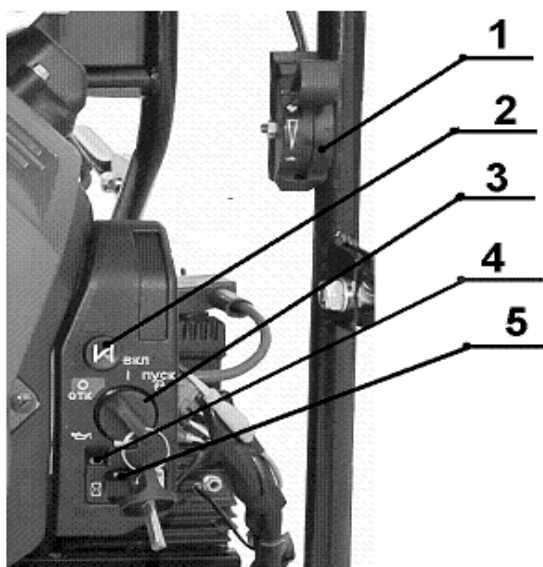

Рис. 3
6.3.2 Управление работой двигателя осуществляется с приборной панели двигателя и со стойки, на которых размещены основные элементы управления работой двигателя рисунок 3.
- в случае, какой либо неисправности немедленно остановить двигатель выключателем двигателя - ключом зажигания поз. 3 рисунок 3.
2 Выжать кнопку заслонки поз. 2 рисунок 3 в положение «CLOSED» (ЗАКРЫТО).
3 Перевести рычаг газа поз. 1 рисунок 3 управления оборотами двигателя в положение минимальных оборотов – до упора вниз.
4 Повернуть выключатель двигателя – ключ зажигания поз. 3 рисунок 3 в положение «ON» (ВКЛЮЧЕНО).
Повернуть выключатель двигателя – ключ зажигания поз. 3 рисунок 3 в положение «START» (ЗАПУСК).
При этом должна загореться контрольная лампа индикатора уровня масла двигателя поз. 4 рисунок 3, которая погаснет при запуске двигателя.
6 После того, как двигатель запустился, поверните выключатель двигателя – ключ зажигания поз. 3 рисунок 3 в положение «ON» (ВКЛЮЧЕНО) и оставьте в этом положении.
7 После того, как двигатель достаточно прогрелся, следует плавно утопить кнопку заслонки поз. 2 рисунок 3 в положение «OPEN» (ОТКРЫТО).
С появлением воды, плавно увеличивая обороты двигателя рычагом газа поз. 1 рисунок 3, поднимая его вверх и одновременно открывая задвижку на нагнетании поз. 3 рисунок 2 и установить требуемый рабочий режим по показаниям мановакуумметра = 0,6 МПа.
9.3.4 В случае работы мотопомпы с подпором на входе, плавно увеличивая обороты двигателя рычагом газа поз. 1 рисунок 3, поднимая его вверх и одновременно открывая задвижку на нагнетании поз. 3 рисунок 2 и установить требуемый рабочий режим по показаниям мановакуумметра = 0,6 МПа.